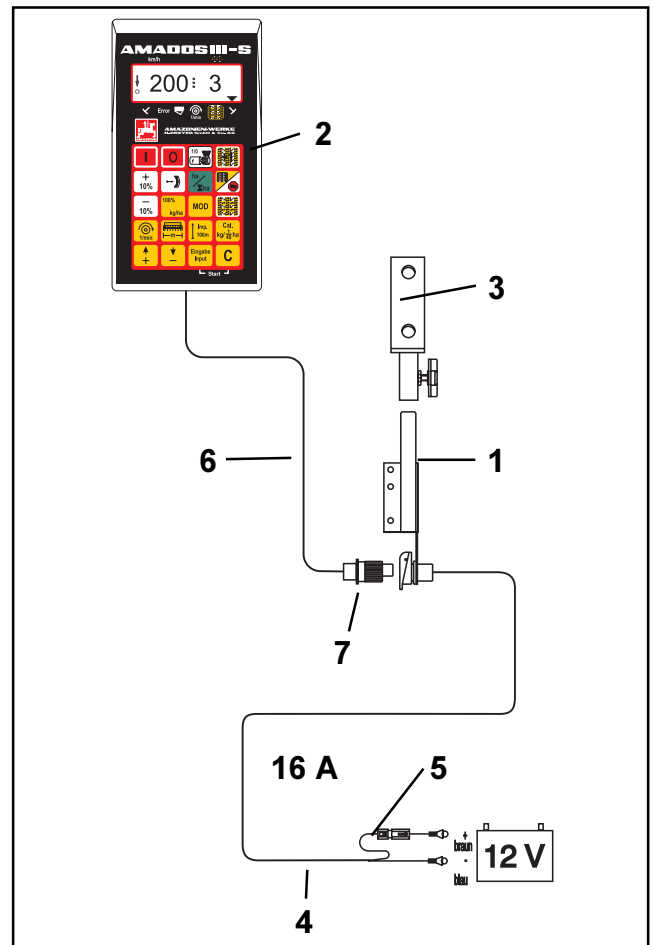

Fig. 2
Grundkonsole (Fig. 2/1) im Griff- und Sichtbereich rechts vom Fahrer schwingungsfrei und elektrisch leitend (Farbe an Befestigungsstelle entfernen) an der Kabine montieren.
Unbedingt beachten, daß das Rechnergehäuse (Fig. 2/2) über die Konsole eine leitende Verbindung zum Schlepper-Chassis hat. An den Montagestellen die Farbe abkratzen.
- Den am **AMADOS III-S** angeschraubten Halter (Fig. 2/3) auf des Rohr der Grundkonsole aufstecken und mit der Flügelschraube in der gewünschten Stellung befestigen.
- Batterieanschlußkabel (Fig. 2/4) zur Spannungsversorgung direkt an die Schlepperbatterie (**12 V**) anschließen und Kabel verlegen.
- Leitungsverbinder (Fig. 2/5) mit Sicherung (16 A) an **braune Leitung** anschließen und mit dem **Pluspol** der Schlepperbatterie verbinden.
- Spannungskabel (Fig. 2/6) vom **AMADOS III-S** mit Steckdose (Fig. 2/7) verbinden.